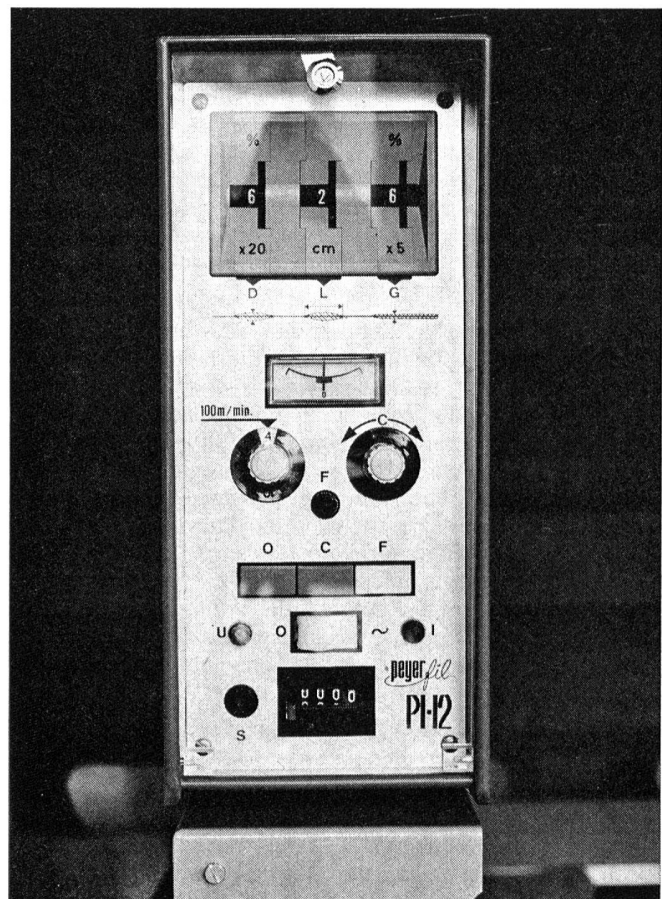

Abbildung 3 Steuergerät mit dekadischer Reinigungseinstellung
Auf dem Steuergerät in Abbildung 3, ist oben die sehr übersichtliche Anordnung der genannten 3 Dekadenschalter für die Einstellung von Durchmesser (D), Länge (L) und Grobfaden (G) zu sehen.